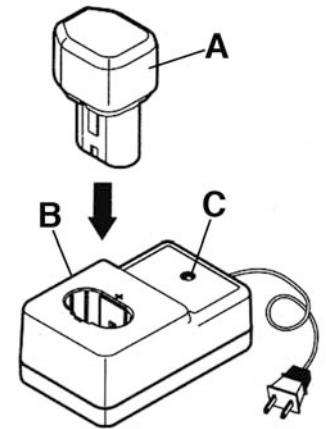

Figure 1
1. Insérez la batterie (A Fig.1) dans le chargeur de batterie (B). Assurez-vous qu'elle contacte le fond du chargeur.
3. Une fois le chargeur est branché, le voyant lumineux (C) s'allume et la charge de la batterie commence. Un voyant lumineux rouge indique que la batterie se recharge. Dans environ 60 minutes, à 20°C, lorsque la batterie est entièrement chargée, le voyant lumineux devient vert.